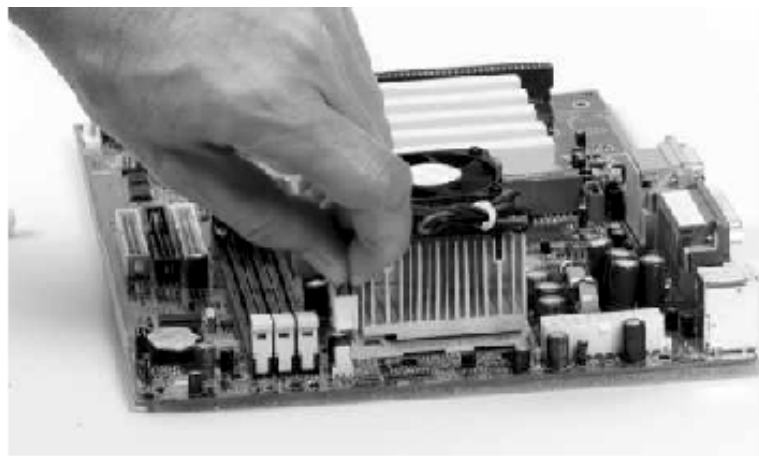

Abbildung 20: Einstecken des Stromversorgungskabels in den Steckverbinder auf dem Motherboard
20. Nachdem Sie den Kühlkörper eingebaut haben, müssen Sie den Lüfter anschließen. Abbildung 20 zeigt, wie die Leitungen vom Lüfter in den Steckverbinder mit der Bezeichnung "CPU FAN" auf dem Motherboard eingesteckt werden. Der Steckverbinder ist so aufgebaut, daß das Stromversorgungskabel nur in einer Richtung aufgesteckt werden kann. Wenn Sie keinen Steckverbinder mit der Bezeichnung "CPU FAN" auf dem Board finden, schauen Sie in der Anleitung zum Motherboard nach, wo der Lüfter angeschlossen werden kann.
In Abbildung 20 sehen Sie auch, daß die Leitungen sauber gebündelt sind und am Bereich des Luftstroms für den Lüfter vorbeigeführt werden. Wenn die Luftzufuhr behindert ist, arbeitet der Lüfter nicht mit voller Leistung.